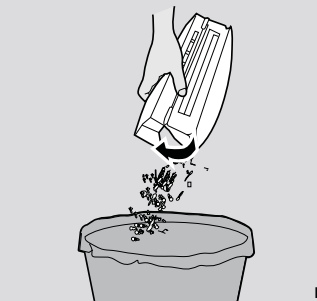

Fig. 19
3. Retire todos los componentes del filtro y límpielos por separado. El montaje se realiza en orden inverso. [Fig. 19]